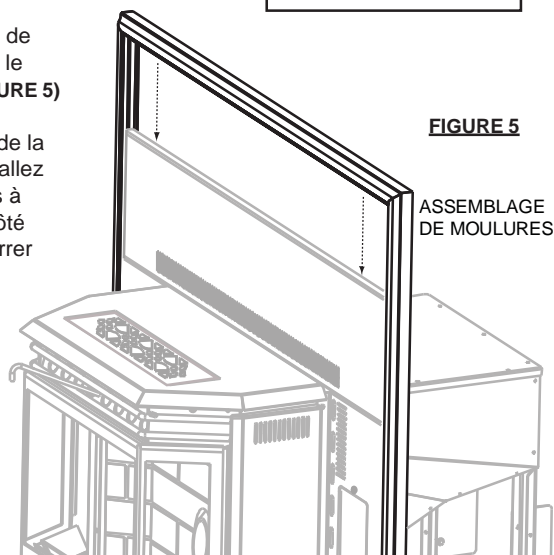

FIGURE 5
6. Glissez l'assemblage de moulures sur le contour. (FIGURE 5)